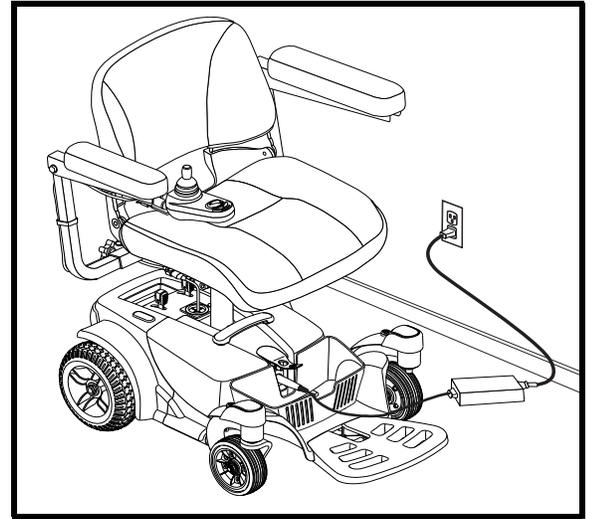

Figure 21. Recharge des batteries
3. Branchez le chargeur externe dans le réceptacle du boîtier à batteries. **Voir la figure 21.**